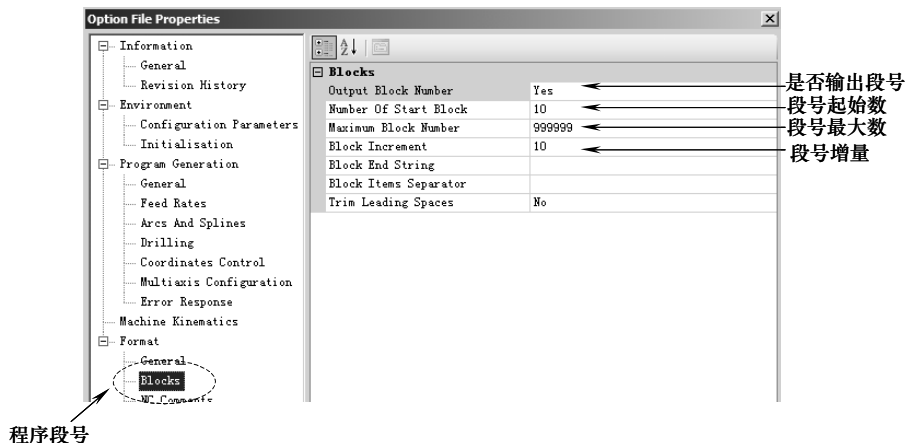

图 9-30 设置 NC 程序段号
8) Format→Blocks: 设置 NC 程序段号, 如图 9-30 所示。